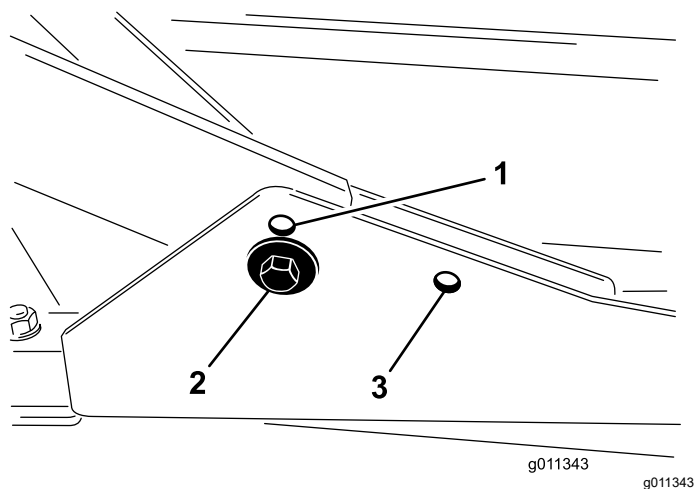

図 16
1. 刈高を 20-76 mm にセットする場合には、前キャリアフレームを下側の穴に取り付けます 図 16。
2. 刈高を 63-100 mm にセットする場合には、前キャリアフレームを上側の穴に取り付けます 図 16。
後カuttingデッキは、刈り高に関係なく後側の取り付け穴を使って取り付けます 図 16。